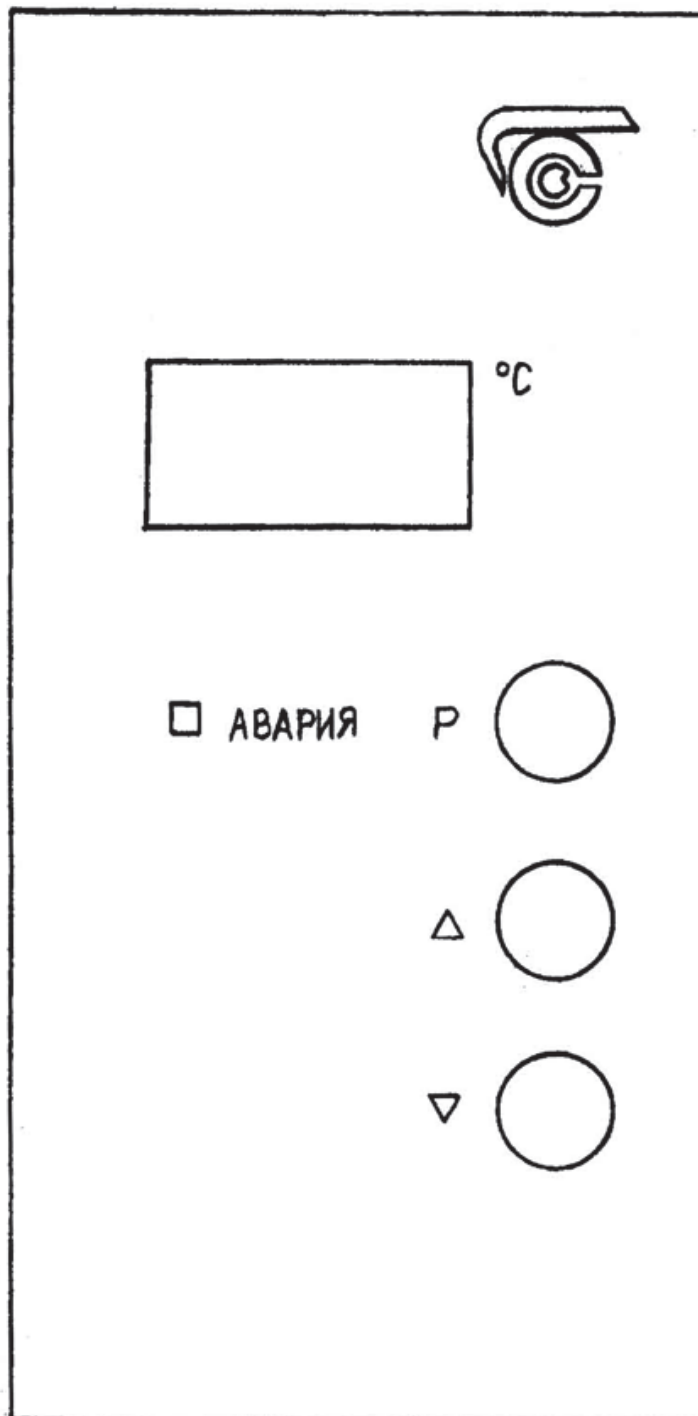

Рис. 1
8.3. Включить переключатель "СЕТЬ" (находится на панели под дверью термостата) при этом на цифровом табло панели управления, находящейся на двери термостата (рис.1), высвечивается текущая температура в камере термостата.